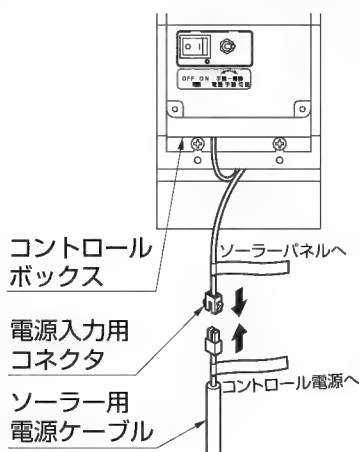

図9-5 ソーラー用電源ケーブルの接続
- ④ソーラー用電源ケーブルをソーラー入力用コネクタに接続してください。(図9-5参照)